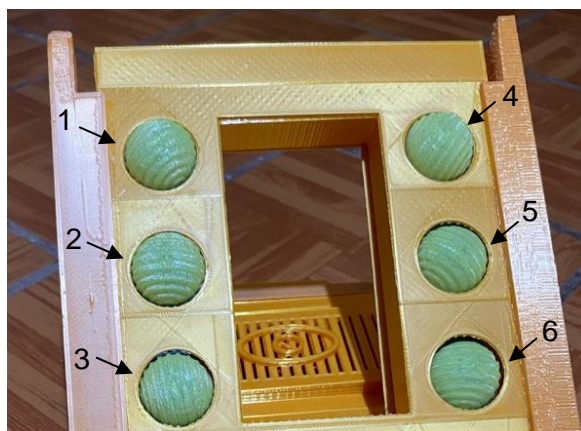

*Ilustración 4 Botón de encendido y apagado del sistema*
- Presionar el botón de encendido como se muestra en la imagen 4.
- Presionar el botón de apagado de la imagen 4.